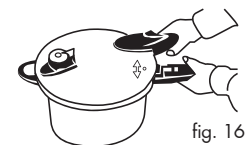

fig. 16
3. Breng de "●"-markering op het deksel op één lijn met de "▲" markering op de steel van de pan (onderdeel 13), en open het deksel (afb. 16).